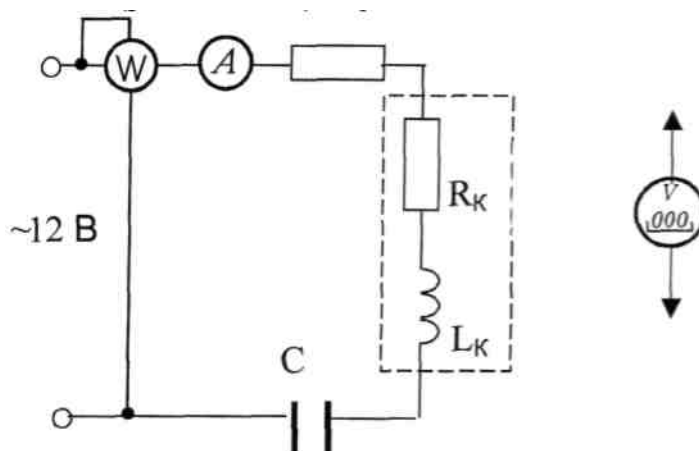

Рис. 1.4.4.
3.2. Собрать электрическую цепь (рис. 1.4.4), установив заданные преподавателем значения сопротивлений резистора и емкости конденсатора. Подключить собранную цепь к источнику питания $\sim 12\text{ В}$ (модуль питания).